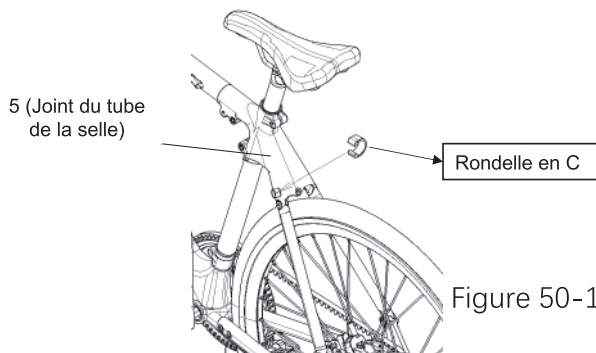

Figure 50-1.
b. Trouvez la rondelle en C dans la boîte d'accessoires et fixez le câble de frein arrière en l'attachant à la pièce 5, comme indiqué à la Figure 50-1.